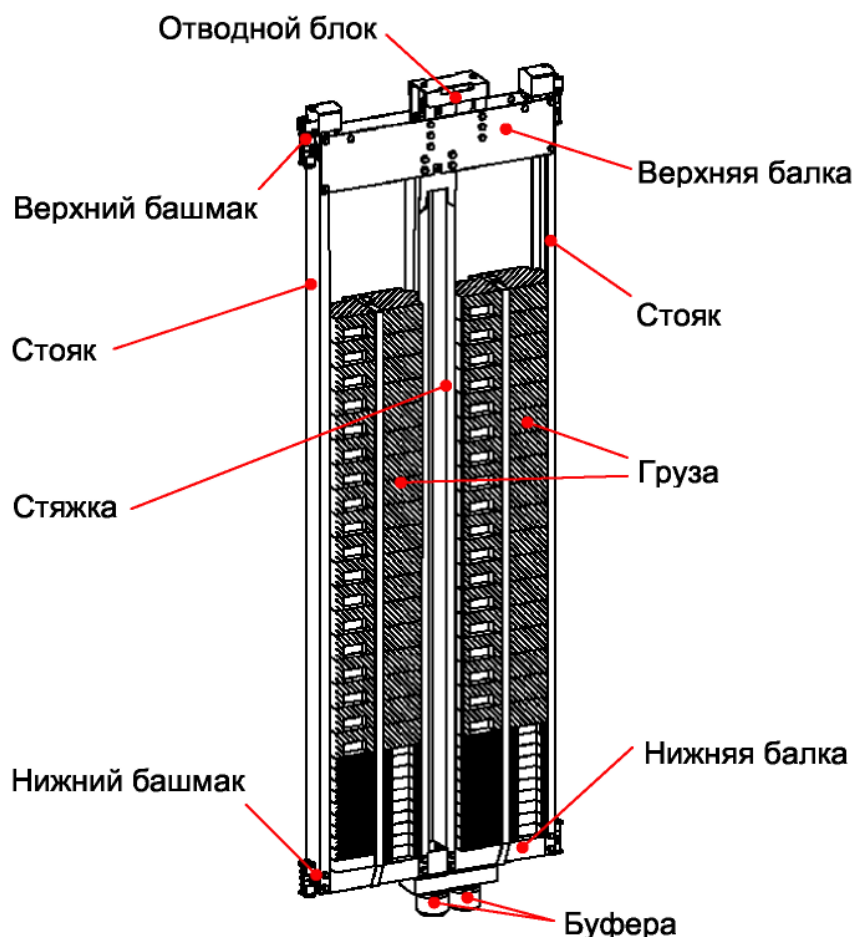

Рис. 10. Противовес
1.4.4.1. Противовес (*рис.10*) предназначен для уравнивания веса кабины и 47,5% номинальной грузоподъемности.